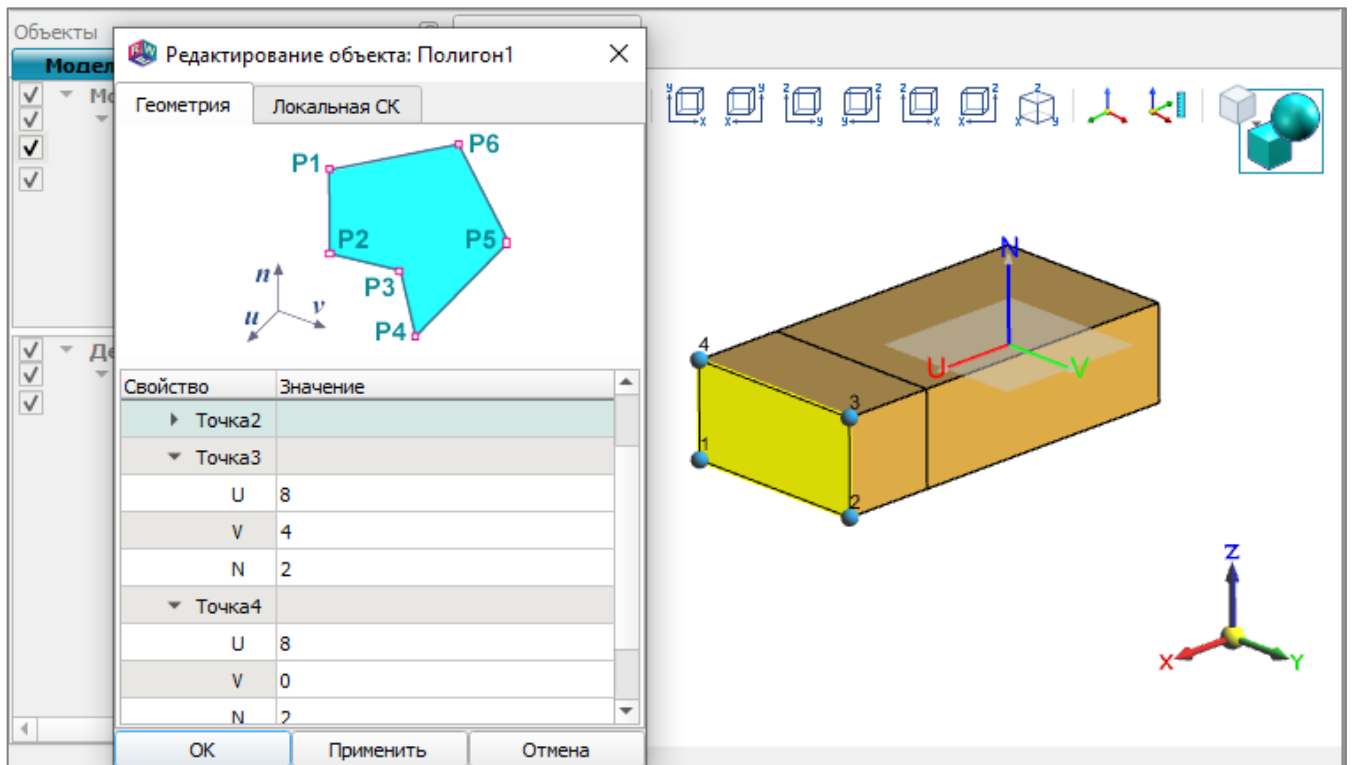

Рис. 46
4) выполнить команду контекстного меню окна редактирования свойств полигона «Добавить точку» и совместить ее с четвертой точкой привязки, получив таким образом плоскость недостающей грани (рис. 46);